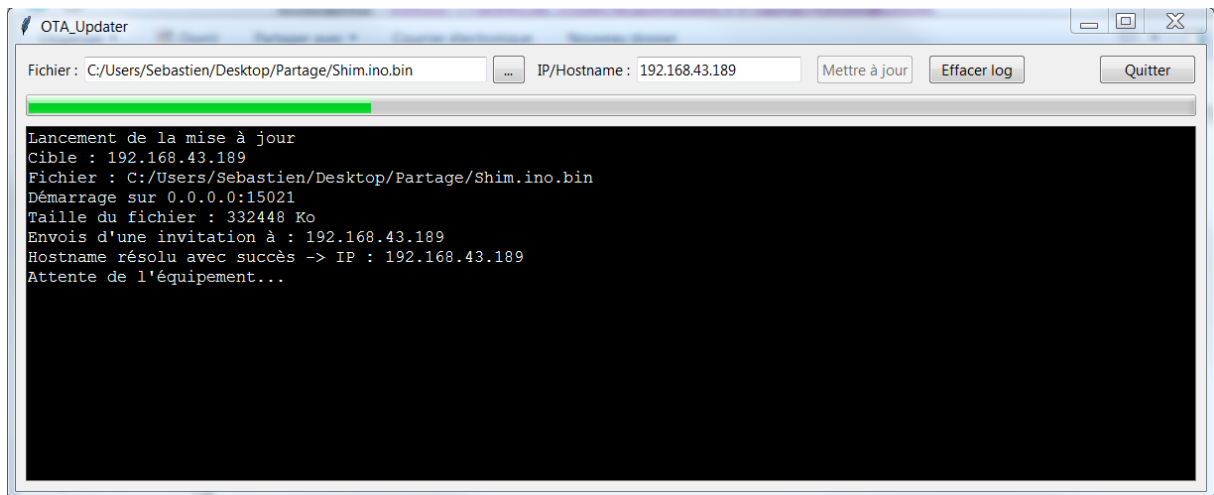

Figure 12 : Mise à jour du **Shim_vx.bin** par **OTA_Updater.exe**
4. Ouvrir le logiciel **OTA_Updater.exe** (fig.12) puis: